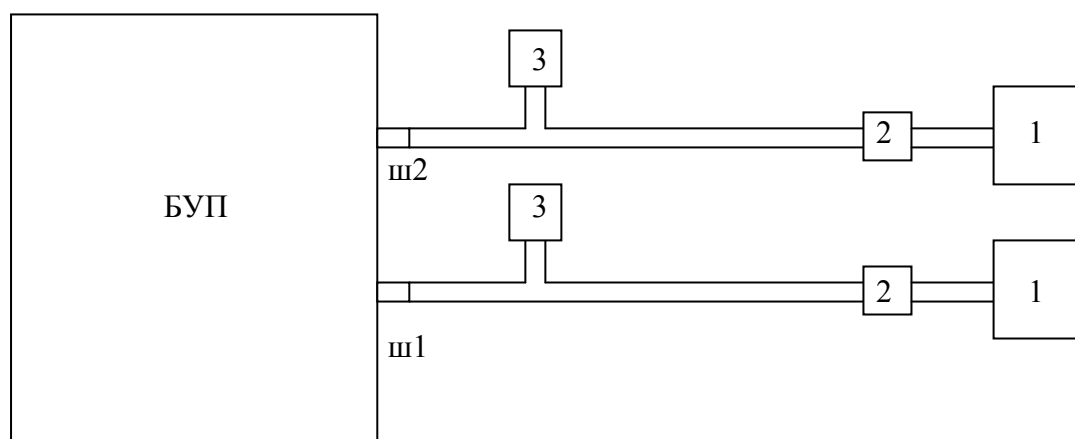

Рисунок 2. Схема подключения баллонов с нулевым газом или азотом к БУП
2.3.4 Схема подключения баллонов с газом-разбавителем приведена на рис. 2.
2.3.5 В случае присутствия в рабочем помещении следов цианистого водорода подключить ко входному штуцеру 1 "ВХОД ЛИН. ГЕН." на задней стенке БУП баллон с нулевым газом или азотом под давлением через вентиль плавной регулировки и тройник с выходом на индикатор расхода, как показано на рис. 2.
2.3.6 Подключить к входному штуцеру 2 "ВХОД ЛИН. РАЗБ." на задней стенке БУП баллон с нулевым газом или азотом под давлением через вентиль плавной регулировки и тройник с выходом на индикатор расхода, как показано на рис. 2.